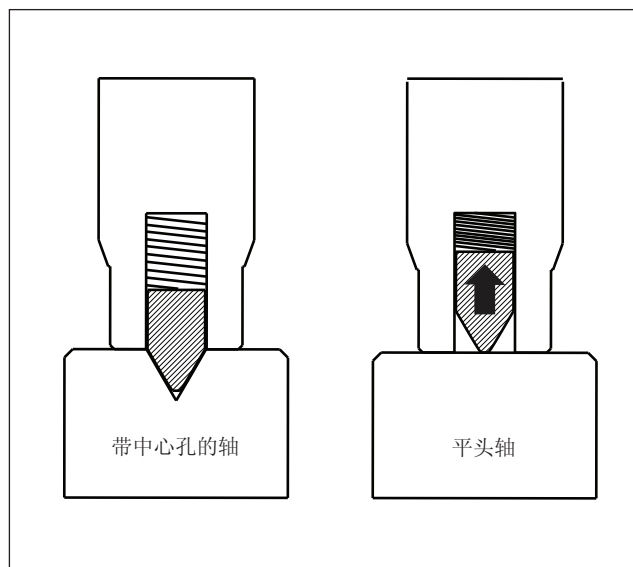

图 4，可收缩尖端（SGM10 和 SGM20 型）
- SGM10 和 SGM20 型号带有特殊调节杆，以及一个弹簧承载的可收缩尖端。如果轴末端有中心钻孔或凹陷区，则尖端可与之配合。如果轴末端是平的，其可以自动收缩。参见图 4。此类型号无需尖端护套。